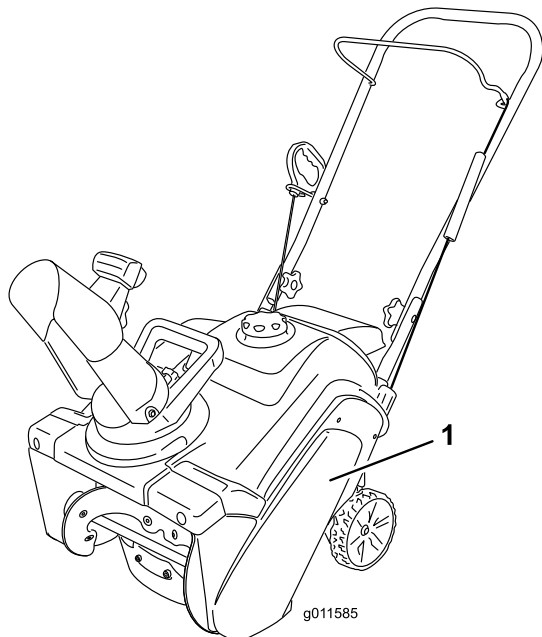

Figure 30
- Enlevez les 4 boulons qui fixent le couvercle de la courroie d'entraînement (Figure 30) en place.